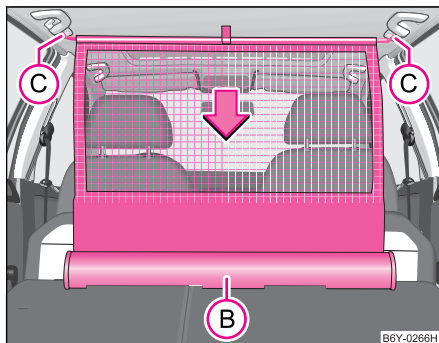

Abb. 64 Netztrennwand einrollen
- Ziehen Sie die Querstange erst auf der einen, dann auf der anderen Seite etwas nach hinten und nehmen die Querstange aus den Aufnahmen (C) ⇒ Abb. 64.
- **Halten** Sie die Querstange so, dass die Netztrennwand in das Gehäuse (B) langsam und ohne Beschädigung einrollen kann.